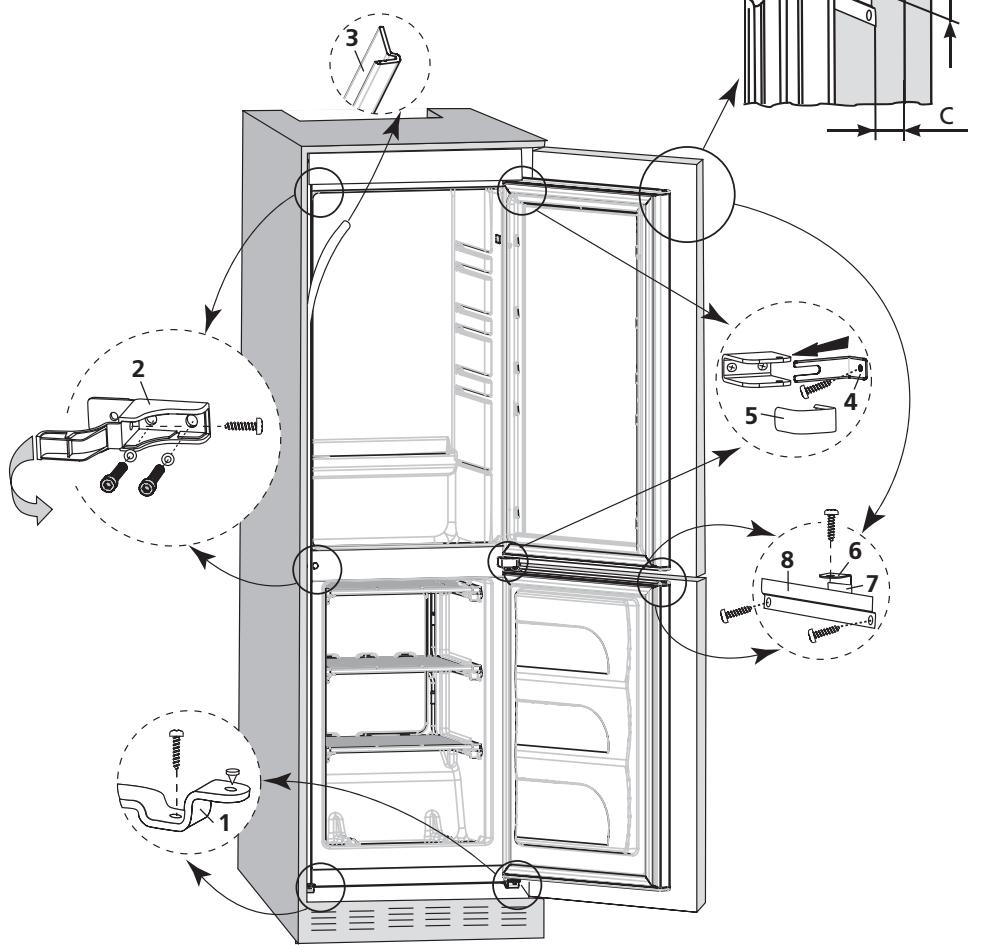
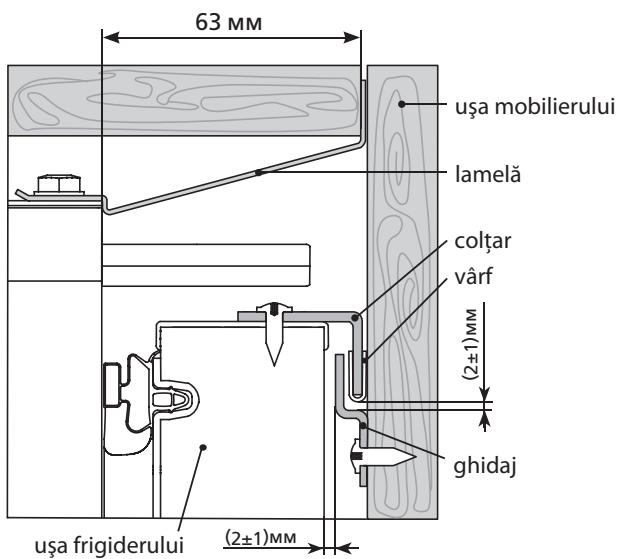

Figura 9 – Schema montării frigiderului
Figura 10 – Schema montării ușilor frigiderului și a mobilierului
3.1.4 Lipiți panoul decorativ 3 în conformitate cu figura 9, înălțurând banda de protecție a stratului lipicios, de pe suprafața laterală a frigidерului din partea de deschidere a ușii. Dacă este necesar, scurtați panoul decorativ după înălțimea mobilei.
3.2.3 Instalați consolele 2, în conformitate cu figura 9, înălțurând anterior capacele decorative din orificiile frigidерului. Fixați consolele cu două șuruburi și șaipe.
ATENȚIE! Distanța de la dulapul frigidерului până la proiectarea lamelei, în conformitate cu figura 10, trebuie să fie respectată de-a lungul înălțimii frigidерului. Pentru a asigura închiderea strânsă a ușii frigidерului distanța dată trebuie să fie de 63 mm.
Pentru montarea frigiderului la peretele lateral al mobilierului (din partea de deschidere a ușii) trebuie să fixați cu un șurub în direcție orizontală fiecare din console 2 în conformitate cu figura 9 și să acoperiți consola cu capacul.
3.2.7 Montați frigiderul la baza mobilierului: strângeți șuruburile în consolele 1, în conformitate cu figura 9.
Pentru a fixa ușa frigiderului la ușa mobilierului, în conformitate cu figura 9 este necesar:
— fixați cu două șuruburi ghidajul 8 pe partea de sus interioară a ușii deschise a mobilierului. Dimensiunea C în conformitate cu figura 9 trebuie să fie egală cu grosimea peretelui mobilierului, plus 20 mm. Dimensiunea B se determină de unirea colțarului 6 cu ghidajul 8 în conformitate cu desenele 9, 10. Deplasând ghidajul pe verticală (slăbind șuruburile de fixare în prealabil), trebuie de asigurat un spațiu de (2 ± 1) mm între ghidaj și vârful colțarului în conformitate cu figura 10 pentru a evita blocarea ușilor la deschidere simultană. Strângeți bine șuruburile de fixare a ghidajului.
3.3.2 Uniți ușa frigiderului și a mobilierului: slăbiți fixarea colțarului, prindeți-l în cursă cu ghidajul. Deplasând colțarul în direcția ușii mobilierului, trebuie să asigurați un spațiu de (2 ± 1) mm între ghidaj și ușa frigiderului, în conformitate cu figura 10, pentru a evita frecarea ghidajului de ușa frigiderului. Strângeți bine șurubul de fixare a colțarului.